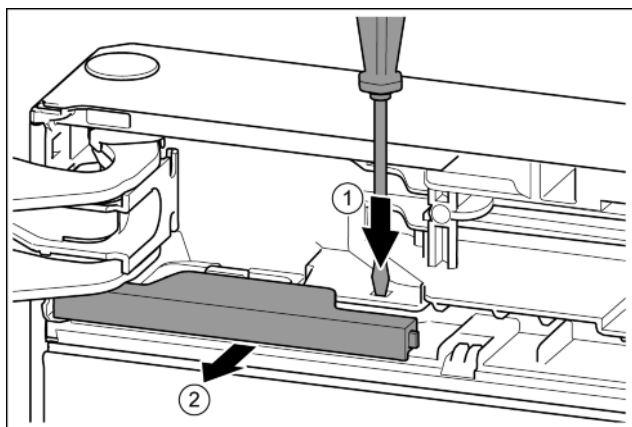

Fig. 14
- Odvijačem s ravnom glavom pritisnite jezičac. *Fig. 14 (1)*
- Izvucite pokrov iz uskočnog zatvarača. *Fig. 14 (2)*